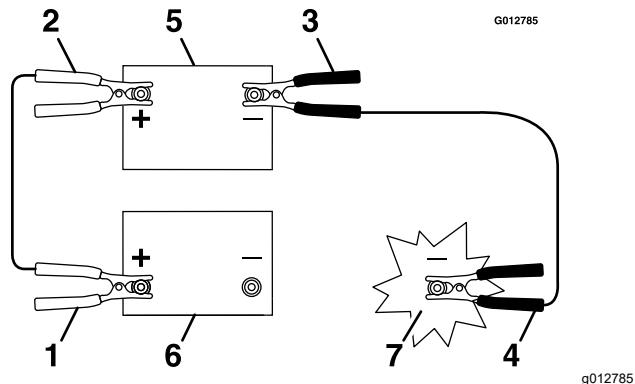

Figure 70
3. Connectez le câble positif (+) à la borne positive (+) de la batterie à plat qui est reliée au démarreur ou au solénoïde, comme montré à la Figure 70.